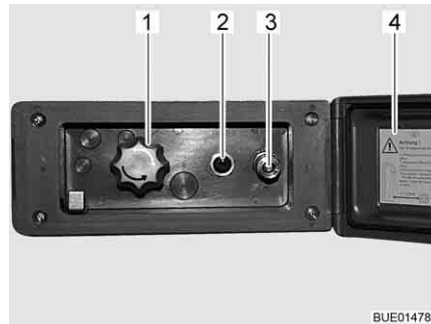

Bild 120 Duschanslutning utsida
- Lås upp och öppna locket (Bild 120,4).
- Anslut ytterduschens slang med snabbkopplingen (Bild 120,3).
- Koppla in vattenpumpen med brytaren (Bild 120,2).
- Ställ in vattentemperaturen enligt önskemål med vredet (Bild 120,1).
- Koppla ur vattenpumpen med brytaren (Bild 120,2).
- Stäng locket (Bild 120,4) och lås det med nyckeln.
- Ställ vredet (Bild 120,1) på mittläget.